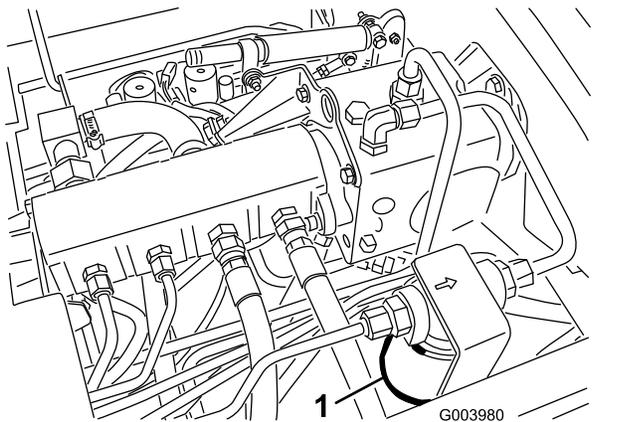
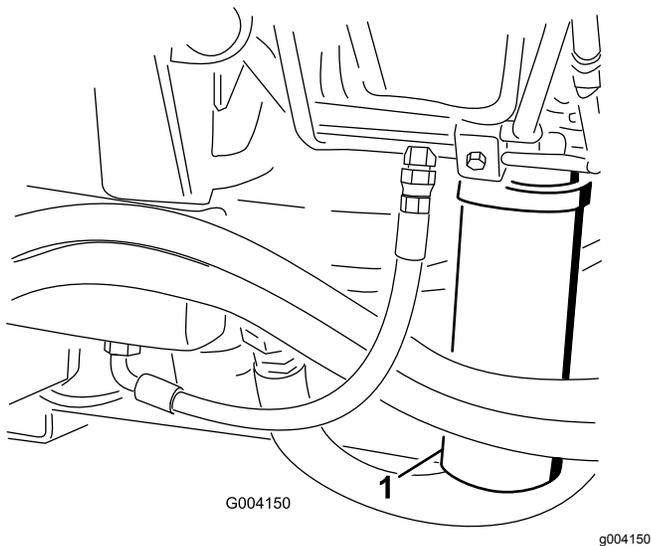

图71
图72
2. 清洁过滤器安装区域的周围并在过滤器下面放置一个放油盘 图 71 和 图 72。